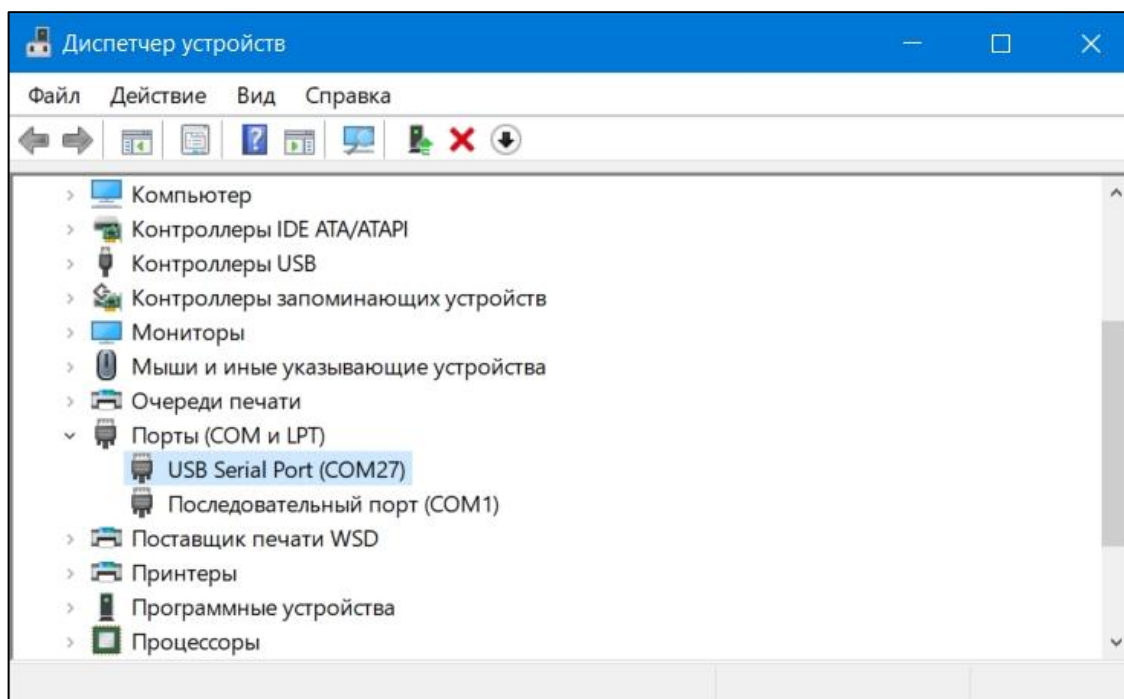
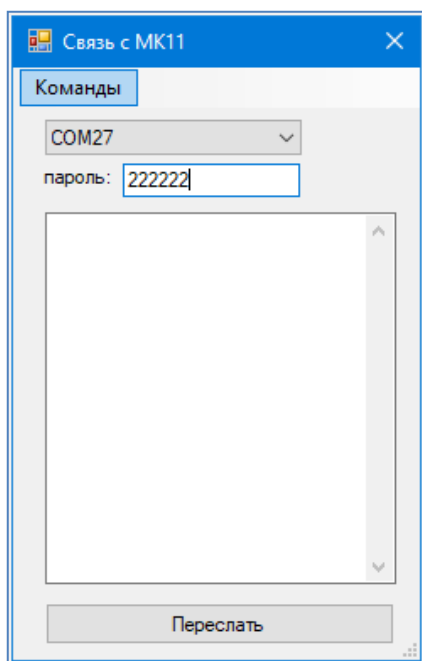

Рис. 2. Скриншот окна «Диспетчер устройств» с обнаруженным COM-портом
Рис. 14. Скриншот окна авторизации
2.5 После установки драйвера в диспетчере устройств Windows (Пуск -> Служебные – Windows -> Панель управления -> Диспетчер устройств) подключенный АИУ(02) определится в виде СОМ-порта (см. рисунок 2).
При выборе любой из функций в программной странице «Связь с ППУ», за исключением «Загрузка программы», откроется дополнительная вкладка, где нужно указать используемый СОМ-порт (просмотр в диспетчере устройств Windows (см. рисунок 2) и ввести пароль четвертого уровня доступа (см. «Руководство по эксплуатации прибора управления пожарного ППУ «Бином») (см. рисунок 14).